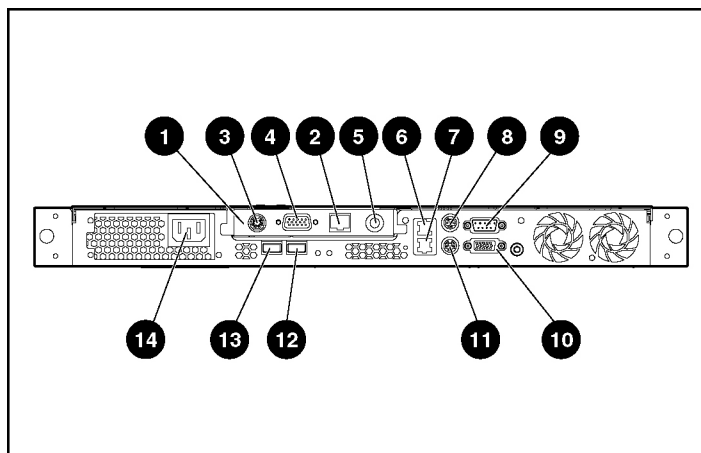

Figure 4-8 : Connecteurs du panneau arrière du serveur
1. Identifiez les connecteurs externes sur le panneau arrière du serveur dans le compartiment d'extension. Reportez-vous à la figure 4-8 et au tableau 4-1.